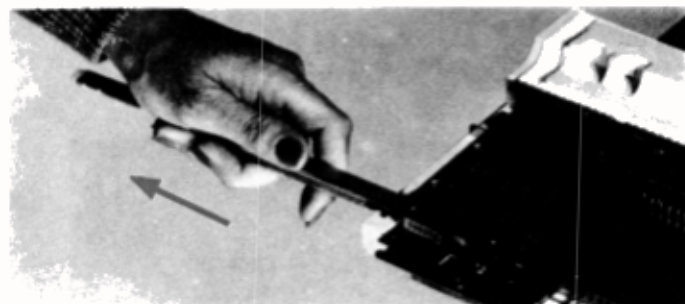

Fig. 231
- La barre étant sortie de 2 cm du côté gauche, la tirer jusqu'à ce que l'aiguille abîmée soit libérée (fig. 231).